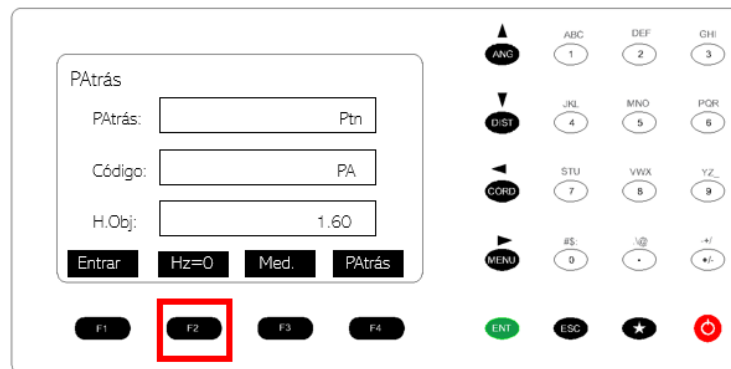

Figura 124. Orientación de la estación total con respecto a un punto conocido.
29. Presionar el botón F2. Hz=0. Figura 124.